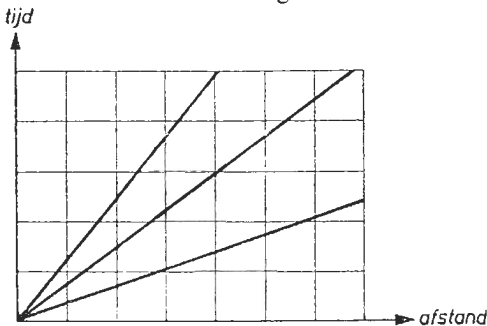

Fig. 11c
we nu de frequentie van de generatorspanning tot we bijv. 5 golven (punt d) zien, dan is de periodetijd van iedere golf 0,01 s. De afstand van twee willekeurige elkaar opvolgende „nuldoorgangen” is dan 0,5 cm; overeenkomende met 5 ms. Voor een aantal standen van de schrijfsnelheid kunnen grafieken worden samengesteld; fig. 11c geeft er enkele.
- Verhoog resp. verlaag de frequentie van de generatorspanning tot U geen geluid meer hoort. Meet in beide gevallen de trillingstijd aan de hand van de ijkgrafiek die in proef 11 is opgenomen (zie fig. 11c).
- Meet de trillingstijd (fig. 11c) en bepaal hieruit de frequentie. Bestudeer het oscillogram en merk op dat de amplitude langzaam kleiner wordt.